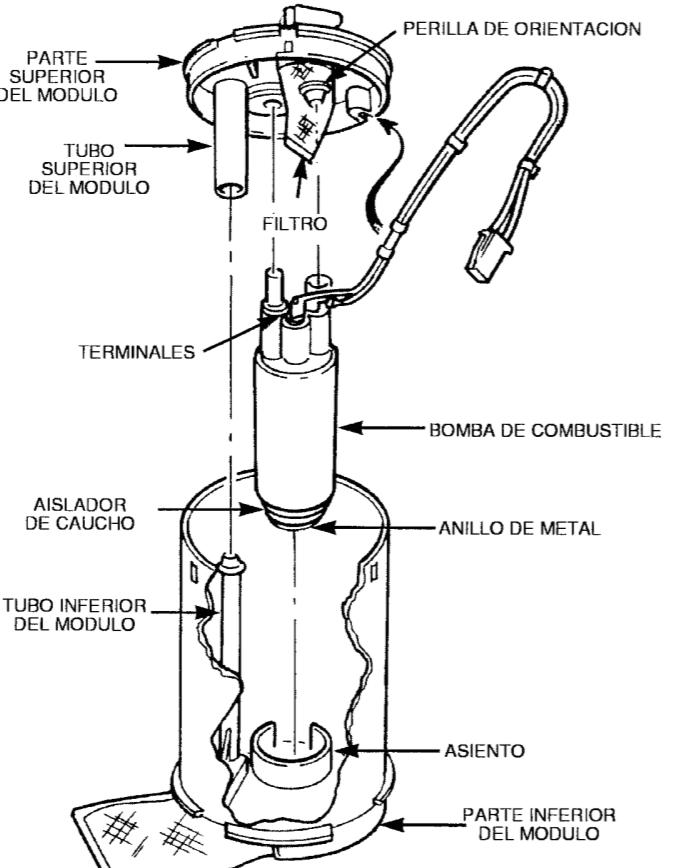

FIGURA 2
D) Remueva la abrazadera que asegura el filtro de la línea de retorno hacia el lado inferior de la parte superior del módulo. Deseche el filtro antiguo. Coloque la abrazadera alrededor del nuevo filtro, coloque el filtro en la maza y posicione la abrazadera alrededor del filtro para asegurarlo. VEASE LA FIGURA 2.